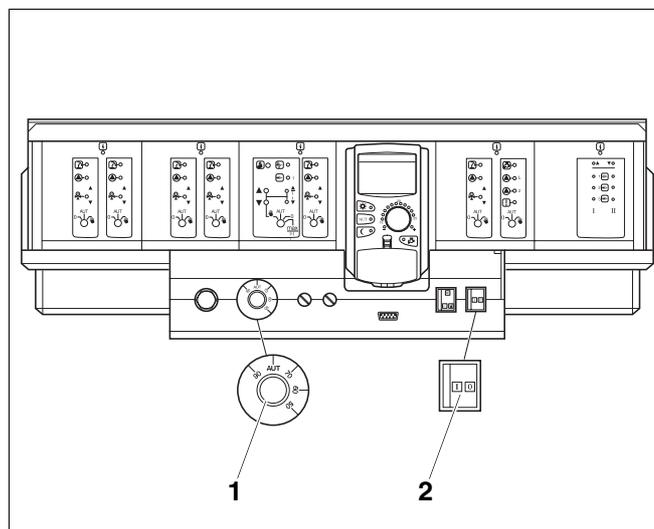

Fig. 15 Sistema di regolazione Logamatic 4000
- Portare l'interruttore di esercizio (fig. 15, **pos. 2**) in posizione "0" (OFF).